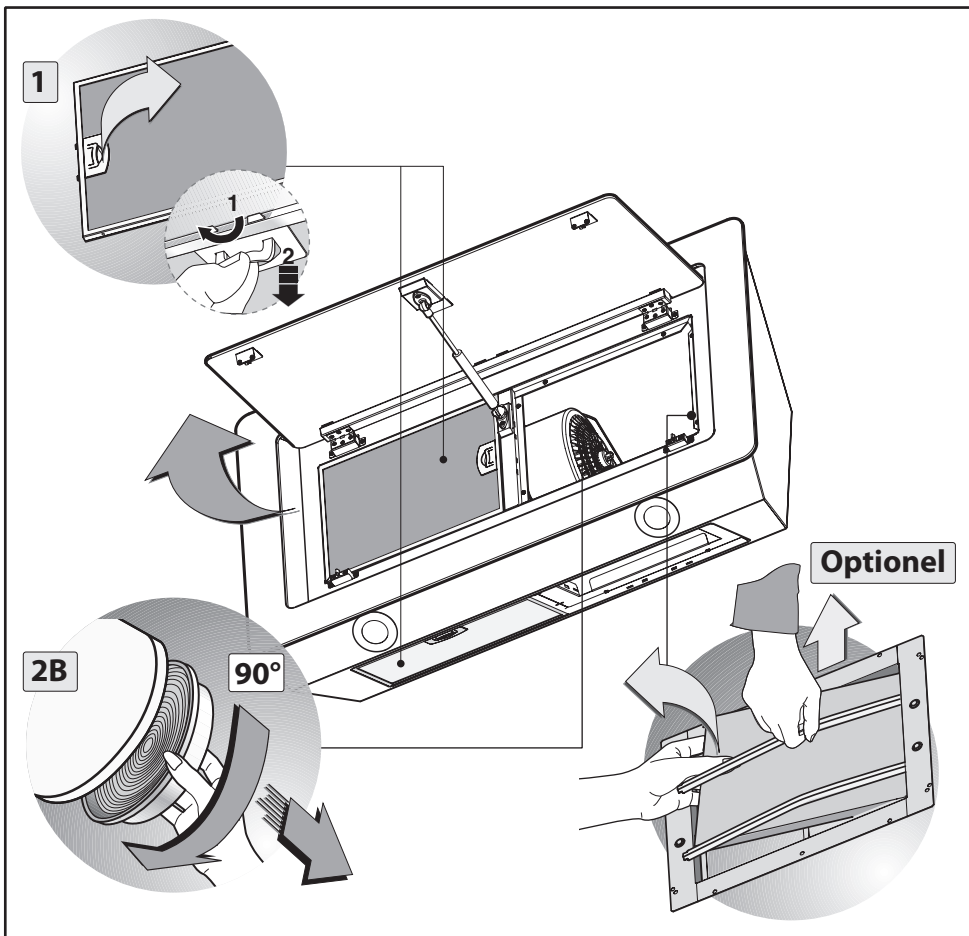

Fig.2
1. Enlever le **filtre anti-graisse** en tirant sur la poignée comme cela est indiqué dans la fig. 2, rep 1.
2. Si le produit est fourni avec des filtres à **charbons actifs (B)**, les enlever comme cela est indiqué dans la fig. 2, rep 2B.